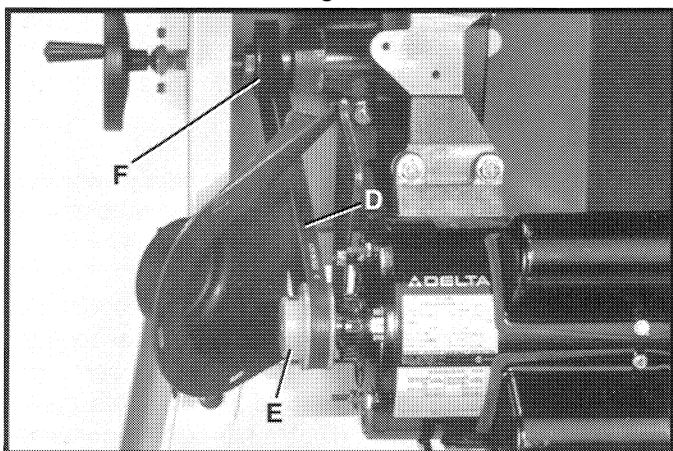

Fig. 18
2. Ensamble la correa (D) Fig. 18 a la polea del motor (E) y a la polea del árbol (F) según se ilustra.